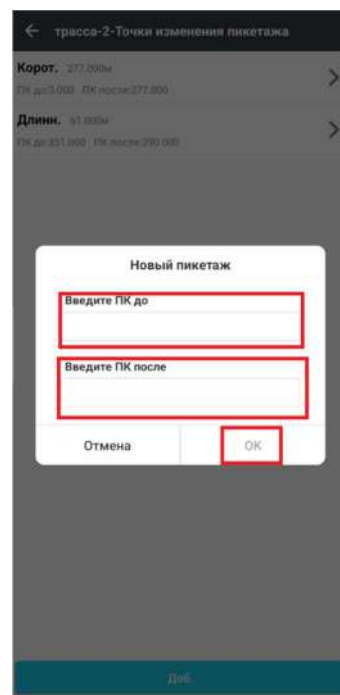

Рисунок 3.7.9
1. Введите ПК до: введите пикет начала/конца (Рисунок 3.7.9)
2. Введите ПК после: введите пикет начала/конца (Рисунок 3.7.9)